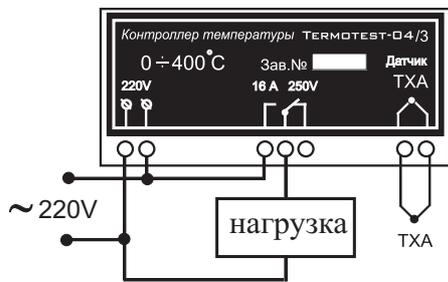

Рис.3 Схема подключения.
5.2 Смонтировать прибор в выбранном месте и собрать электрическую схему приведенную на рис.3